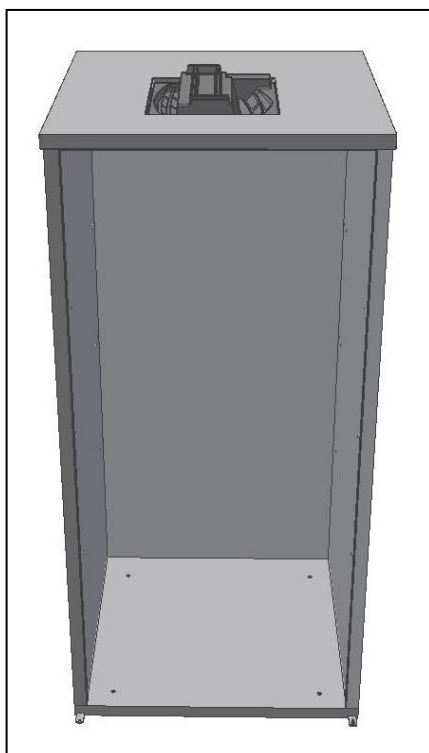

Fig. 7
- Fixer **le panneau du plateau** aux panneaux latéraux et au panneau arrière, serrer seulement le panneau arrière (Fig.7).